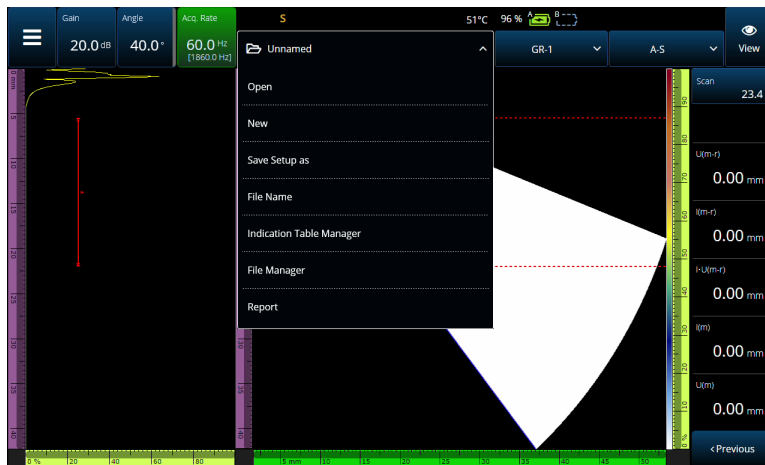
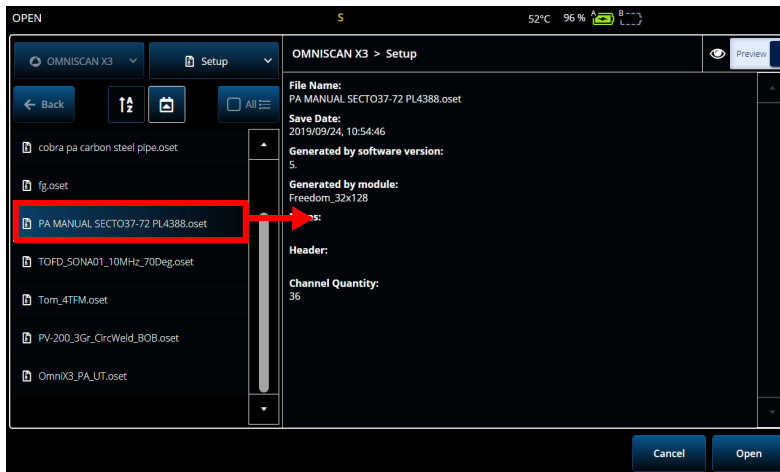

Abbildung 6-1 File Menü (Dateimenü)
Abbildung 6-2 Open Menu (Menü öffnen)
Prüfkonfigurationen und -daten werden mithilfe von Dateien verwaltet und organisiert und in Berichten dargestellt. Sie können das **File** (Datei) Menü nutzen, um auf mehrere Dateiparameter zuzugreifen, das **Report** (Bericht) Hilfsmittel und den **File Manager** [Dateimanager] (Abbildung 6-1 auf Seite 196).
- Um eine Konfigurationsdatei zu speichern, wählen Sie **Save Setup As** (Konfiguration speichern unter) im **File** Menü (Abbildung 6-1 auf Seite 196).
- Um eine Datei zu öffnen, wählen Sie **Open** im **File** Menü (Abbildung 6-1 auf Seite 196) und wählen Sie dann das Verzeichnis aus, in dem sich die Datei befindet. Sie können die Konfigurationsdatei oder Datendatei öffnen, indem Sie den Dateityp auswählen. Sie können die Dateien auch alphabetisch oder nach Datum mit dem **Filter** Symbol ordnen und eine Vorschau der ausgewählten Datei anzeigen (Abbildung 6-2 auf Seite 197).